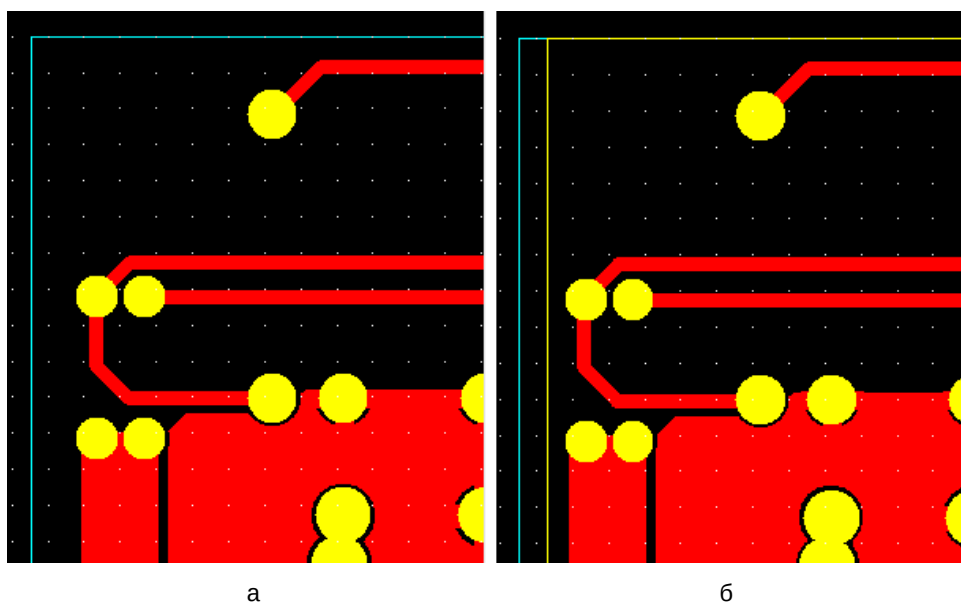

Рис. 130. Добавление контура в слой маски
- **Отразить контур платы** – записать в файлы маски (для обоих слоев) данные о контуре (контур формируется автоматически). На рис. 130а светло-голубым цветом показан контур, переданный отдельным слоем, желтым – маска, красным – медный слой. Обратите внимание на добавившуюся линию в слое маски после включения этой опции (рис. 130б). Но правильнее будет нарисовать контур в отдельном слое.